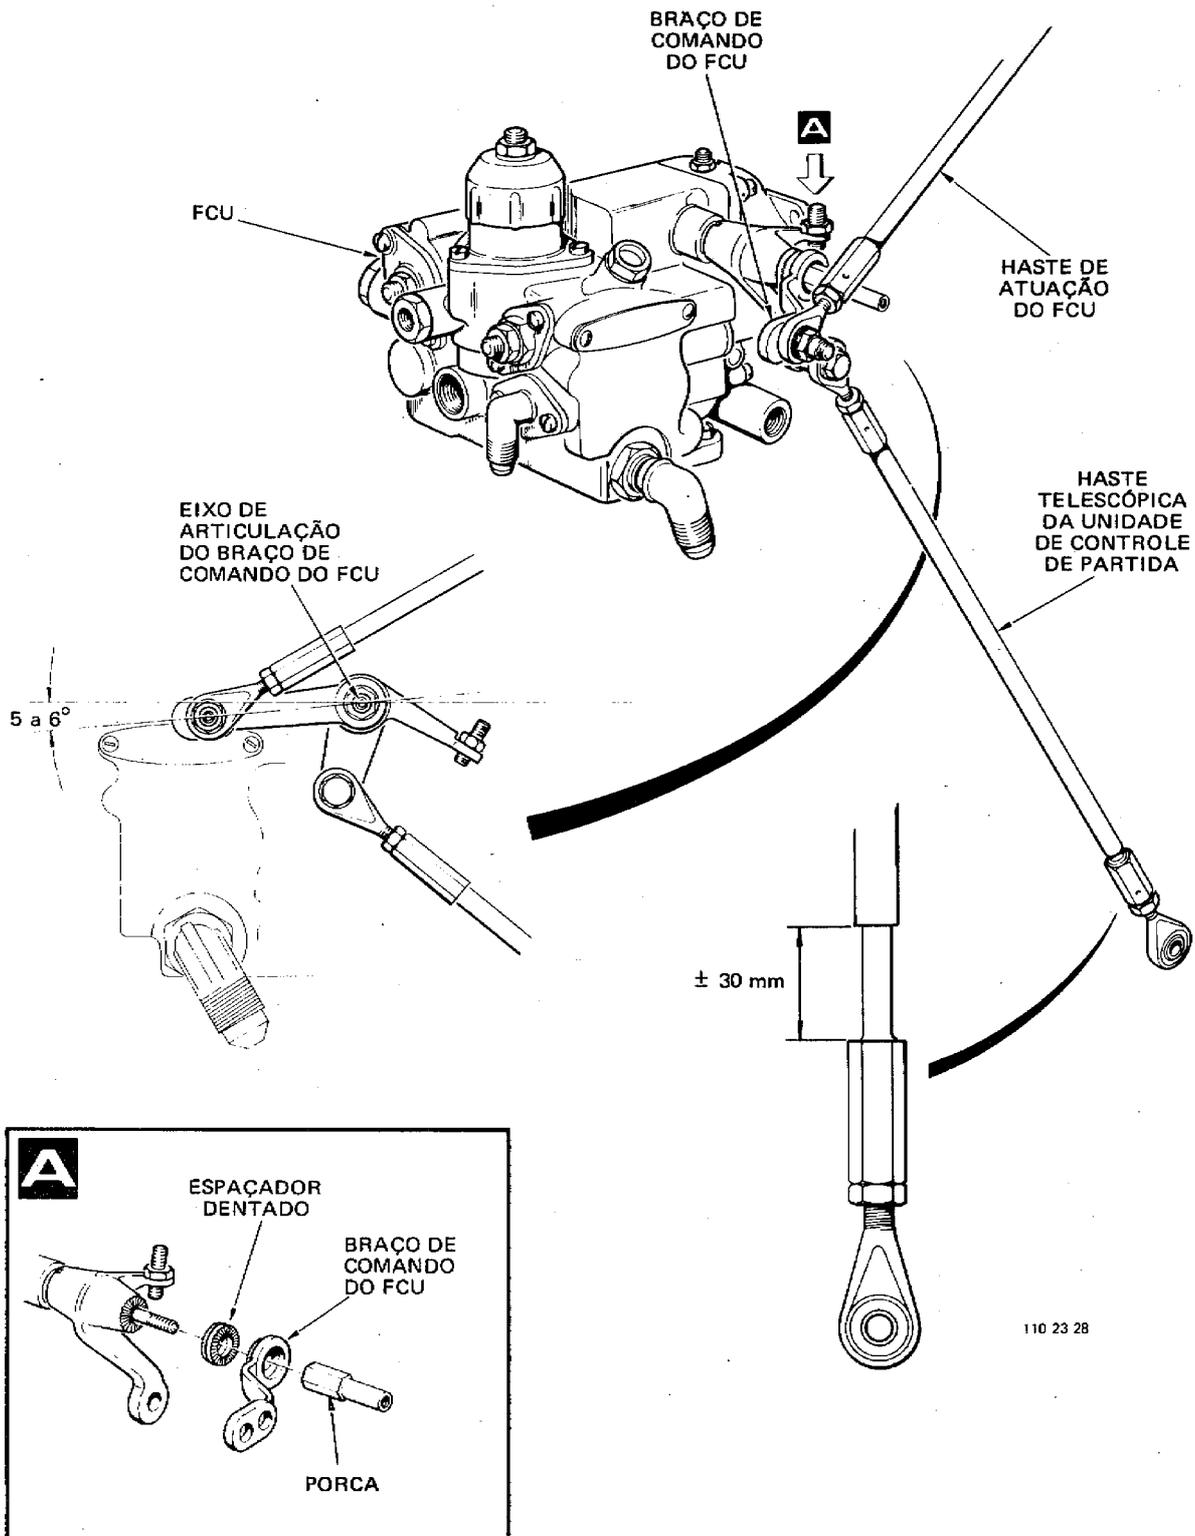

Figura 3-12. Regulagem do Braço de Comando do FCU e da Haste Telescópica da Unidade de Controle de Partida
3-47. REGULAGEM DO BRAÇO DE COMANDO DO FCU (figura 3-12)
3-51. REGULAGEM DA HASTE TELESCÓPICA DA UNIDADE DE CONTROLE DE PARTIDA (figura 3-12)
2. Ajuste a haste telescópica em seu terminal superior, até obter uma folga de 30 mm entre a parte interna e a externa da haste, de acordo com a figura 3-12.